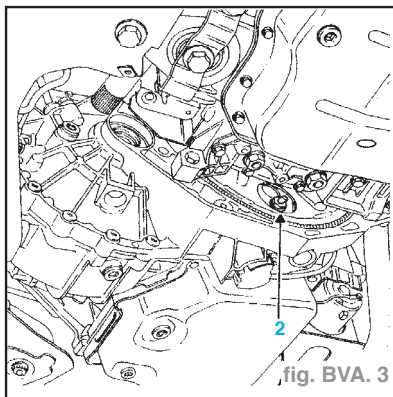

fig. BVA. 3
- les 3 écrous (2) de fixation du convertisseur sur la tôle d'entraînement (fig. BVA. 3).